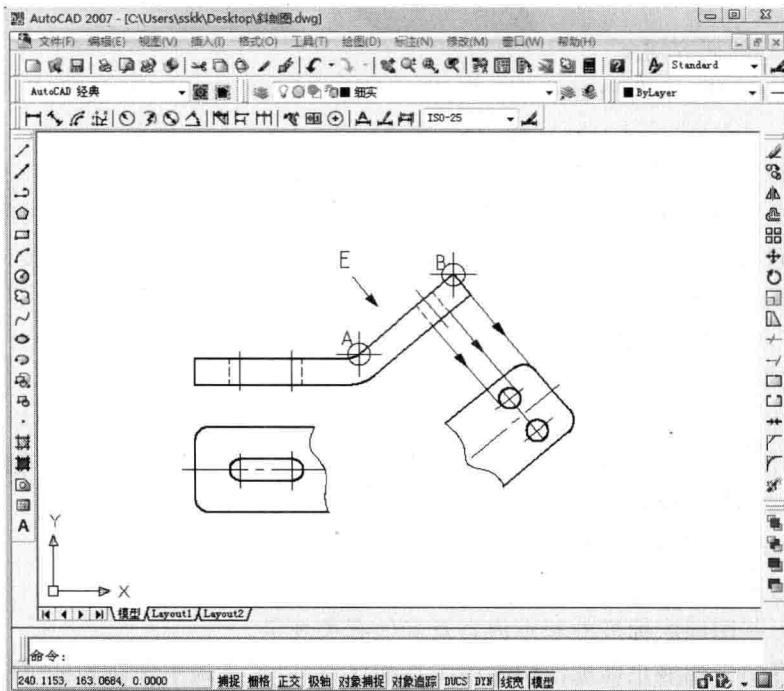

图 0-1 计算机绘图样例
(4) 该课程是基于工作过程进行教学内容选取和序化的,通过任务驱动模式的教学、行动导向课程目标的实现。实行“做中学、学中做”理论与实际相结合的教学方法,强化技能训练。
(5) 由于工程图样在生产实际中起着很重要的作用,因此,作图时要认真细致,严格遵守、认真贯彻工程制图的国家标准。计算机绘图样例如图 0-1 所示。